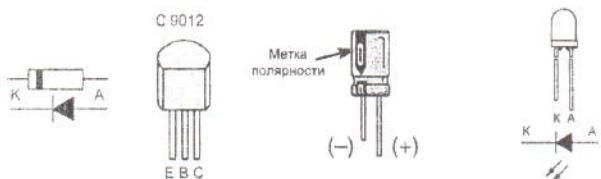

Рис.4 Назначение выводов элементов
- Устанавливая диоды, светодиоды, электролитические конденсаторы С1,С2, соблюдайте полярность (см. рис.4).